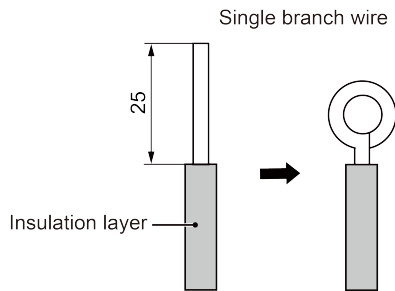

Fig. 5.1.1
- (1) Conexión del cable (véase la Fig. 5.1.1)